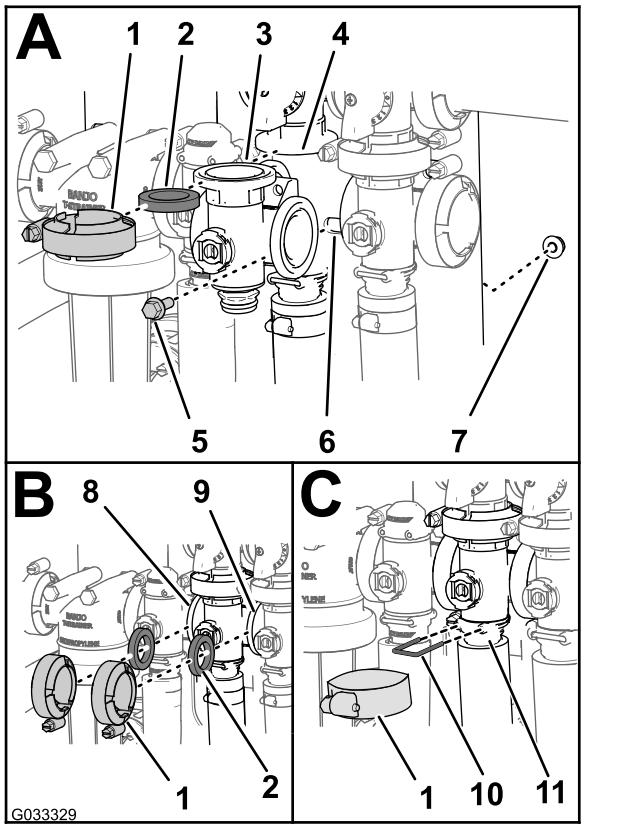

Рисунок 82
1. Совместите фланец коллектора клапана перемешивания, 1 прокладку и фланец перепускного клапана перемешивания (Рисунок 82А).
2. Смонтируйте перепускной клапан перемешивания, прокладку и коллектор клапана перемешивания с помощью хомута, затянув его от руки (Рисунок 82А).
3. Установите прокладку между фланцами клапана управления нормой внесения и коллектором клапана перемешивания (Рисунок 82В).
4. Смонтируйте прокладку и коллектор клапана перемешивания с помощью хомута, затянув его от руки (Рисунок 82В).
5. Установите прокладку между фланцами коллектора клапана перемешивания и главного клапана секций (Рисунок 82В).
6. Смонтируйте коллектор клапана перемешивания, прокладку и главный клапан секций с помощью хомута, затянув его от руки (Рисунок 82В).
7. Смонтируйте коллектор клапана перемешивания и гнездо с помощью хомута, затянув его от руки (Рисунок 82С).
8. Прикрепите штуцер торцевой крышки к выпускному штуцеру, вставив держатель в гнездо выпускного штуцера (Рисунок 82С).